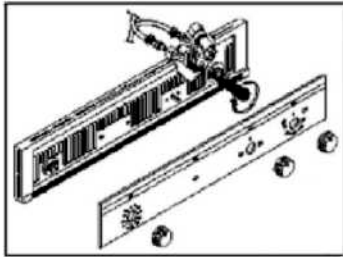

РИС. 4
- при наличии стеклянной передней панели она должна сниматься путём откручивания двух крепёжных винтов (рис. 4).